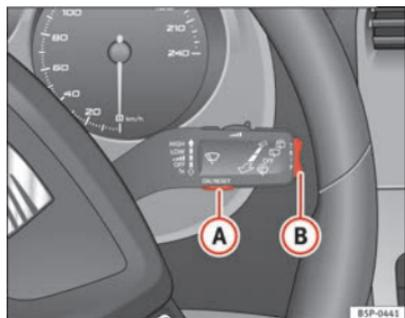
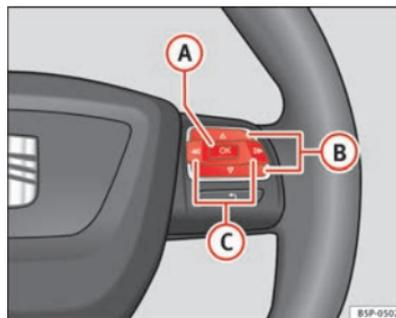

Abb. 44 Scheibenwischerhebel: Taste A zum Bestätigen von Menüpunkten und Wippe B zum Wechseln der Menüs
Abb. 45 Bedienelemente am Lenkrad: Taste A zum Bestätigen der Menüpunkte und Tasten B zum Wechseln der Menüs
- Zum Aufrufen des Menüs „Einstellungen“ drücken Sie die Taste **C** ⇒ Seite 69, Abb. 45, bis die entsprechende Anzeige am Display erfolgt. Nun befinden Sie sich in diesem Menü.
- Zum Umschalten zwischen den Speichern drücken Sie bei eingeschalteter Zündung kurz die Taste **[A]** ⇒ Seite 69, Abb. 44 ⇒ Seite 69 am Scheibenwischerhebel oder die Taste **[OK]** am Multifunktionslenkrad ⇒ Seite 69, Abb. 45 ⇒ Seite 69.
In der Multifunktionsanzeige können Sie durch Betätigen der Wippe **B** ⇒ Seite 69, Abb. 44 ⇒ Seite 69 am Scheibenwischerhebel oder durch Drücken der Taste **Δ** bzw. **▽** ⇒ Seite 69, Abb. 45 am Multifunktionslenkrad* die folgenden Daten abfragen.